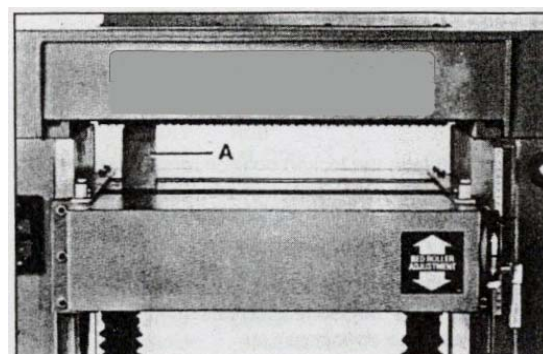

Fig. 49
3. Затем проверьте зрительно параллельность стола фрезерной головке, для чего установите калибровочный блок А, рис. 49 прямо под фрезерной головкой в левой части стола, как показано на рисунке. Поднимите стол до соприкосновения калибровочного блока А с фрезерной головкой.